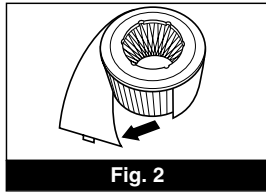

Fig. 2
- Paso 5:** Ubique la junta del prefiltro y retire cuidadosamente el sujetador para sacar el prefiltro del filtro HEPA (Fig. 2).